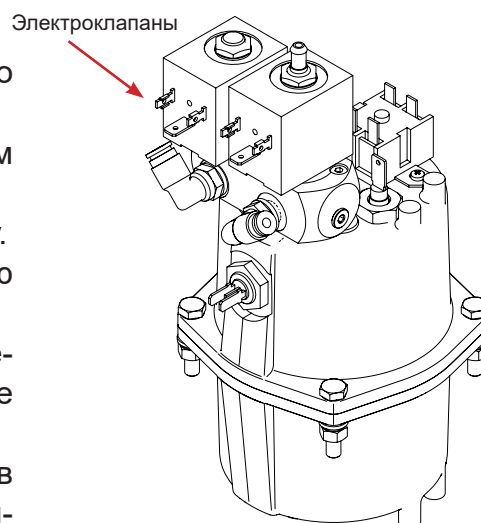

Рисунок 30 - Бойлер
Во время приготовления напитка, горячая вода поступает через один из двух электромагнитных клапанов, расположенных сверху бойлера (рис. 30), в зависимости от сделанного выбора (либо на варио-группу, либо на селектор), а затем на нужный миксер.
- Отсоедините трубку подачи горячей воды, нажав на цангу фиксатора (рис.30а)
- Открутите против часовой стрелки винт крепления варио-группы (рис.30в)
- Снимите варио-группу (рис. 30г)